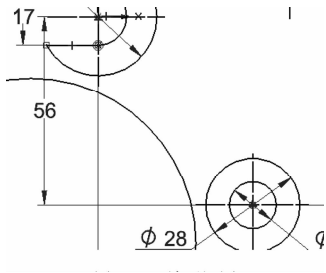

图 6-145 放置视图
(11) 单击【主页】选项卡【绘图】区域下的  【圆】按钮下的【中心和点画圆】，在弹出的菜单栏中的 直径(D): 【直径】中填入值 98mm，在左侧放置，如图 6-145 所示。